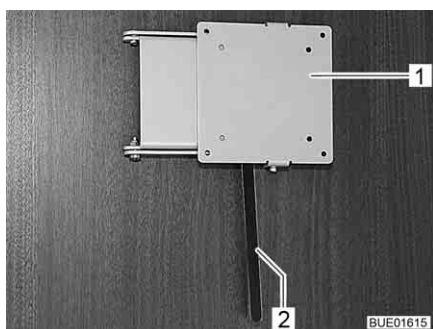

Bild 66 Fäste med låsspak
- Tryck låsspaken (Bild 66,2) åt sidan och sväng fästet (Bild 66,1) med den platta bildskärmen till önskat läge.
- Vrid tillbaka den platta bildskärmen tills fästet (Bild 66,1) hakar fast i låset.